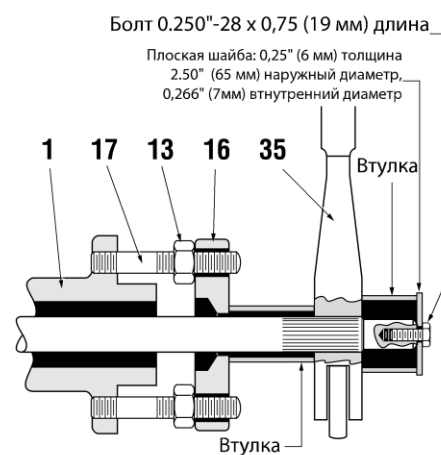

Рисунок 7 - Извлечение вала
6. Ослабьте винт рычага (37) и снимите гайки (13) со шпилек фланца сальника (17) и шпилек корпуса (14). Постукивая деревянным молотком по стойке на конце корпуса, снимите узел стойки (34) и рычага (35).
7. Извлеките штифты диска и выньте вал из корпуса дискового затвора. Если это действие окажется затрудненным, то сначала извлеките сальник (10). Затем установите втулку (отрезок трубы) подходящего размера между фланцем и рычагом затянутом на валу. Переверните фланец сальника и гайки (13). Откручивая гайки (13), извлеките вал из корпуса дискового затвора (см. рисунок 7).